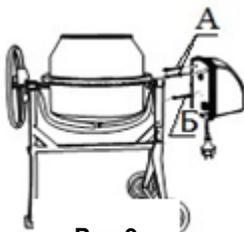

Рис.9
## 8. Установка блока двигателя (рис.9).
8.2. Закрепите блок с рамой двумя болтами М8х25 (А; рис.9) и одним М8Х50 (Б; рис.9) с шайбами из крепежного комплекта №7.